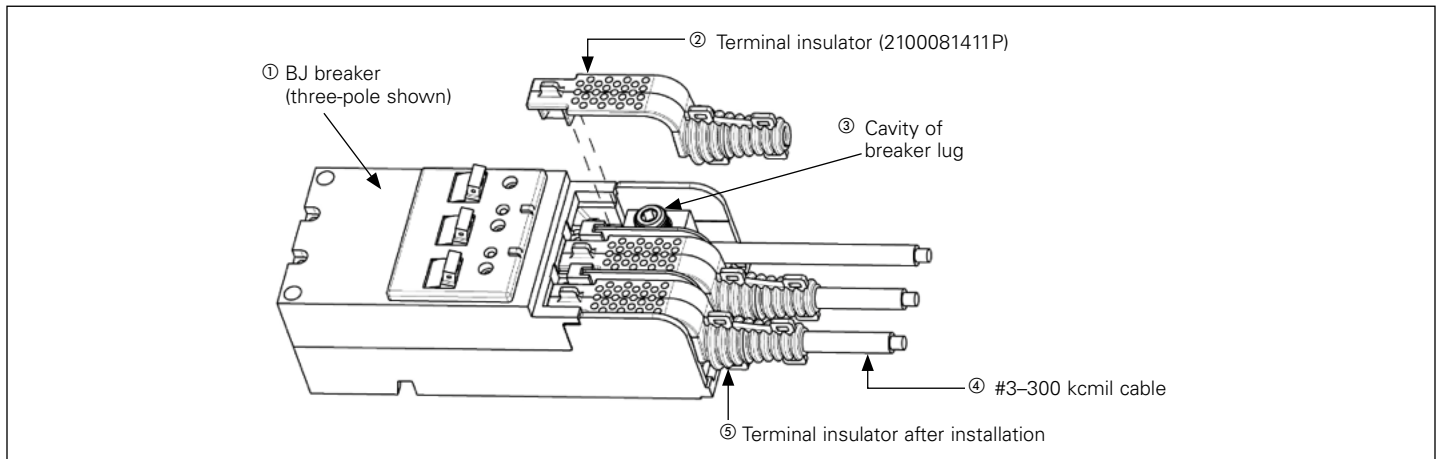

Figure 1. Terminal insulator installation / Figure 1. Installation de l'isolateur de borne / Figura 1. Instalación del aislante para terminal
Step 3: Place a terminal insulator over one of the service entry cable lugs as shown in **Figure 1**.
Étape 3 : Placez un isolateur de borne par-dessus une des cosse de câble de branchement comme illustré à la **Figure 1**.